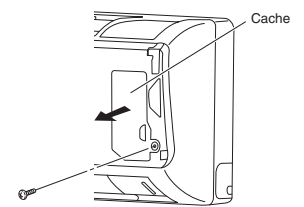

Fig. 3-49
- (1) Tenir les deux extrémités de la grille d'arrivée d'air et l'enlever en ouvrant vers l'avant et en tirant vers soi.
- (2) Enlever la vis sur le couvercle à droite et ouvrir le couvercle. (Fig. 3-49)